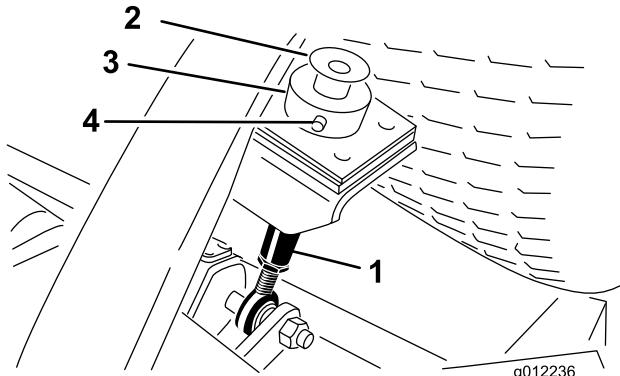

Figure 23
3. Retirez la goupille fendue et l'axe de chape qui fixent la bague de hauteur de coupe à la tige de réglage de hauteur de coupe à l'arrière du plateau de coupe (Figure 23). Retirez la bague de hauteur de coupe.